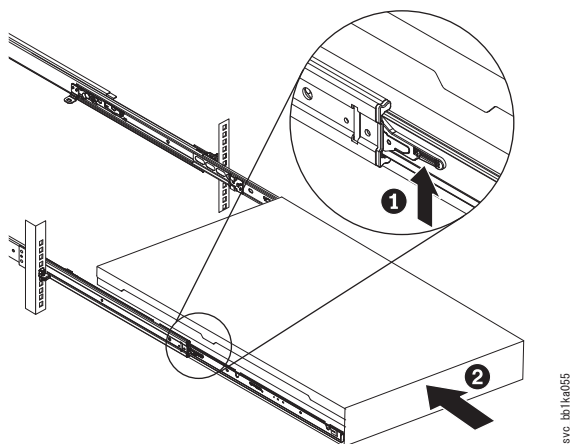

図 37. ラックのスライド・レールの 2145-CG8 または 2145-CF8 ロック・レバーを上げる
2. スライド・レール上のロック・レバー (図 37 の **1**) を上げて、サーバー **2** を、所定の位置にカチッと音を立てて収まるまで、ラック内に完全に押し込みます。